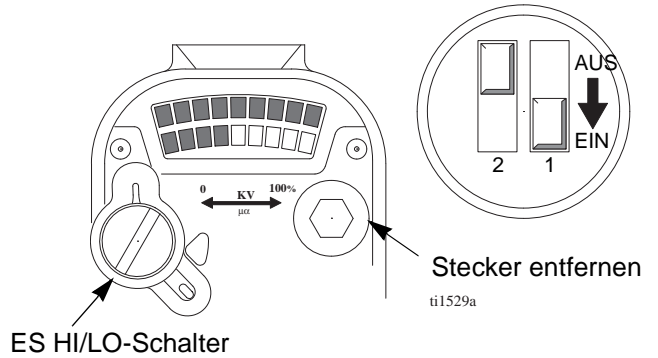

Abb. 8. Schalter für Niederspannungsabgleich (PRO Xs Pistolen)
2. Den Abgleichstecker für LO VOLTAGE entfernen. Gewünschte Spannung mit einem kleinen Schraubenzieher einstellen, indem die Schalter 1 und 2 gemäß Tabelle 4 auf ON oder OFF gestellt werden. Siehe auch ABB. 8.